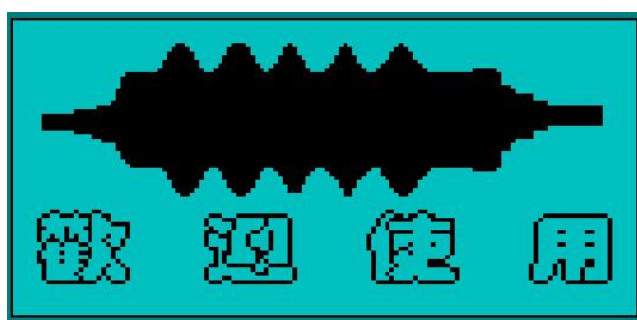

图 3
2、测量：合上电源开关，液晶模块显示开机欢迎画面。（如图 3、4）